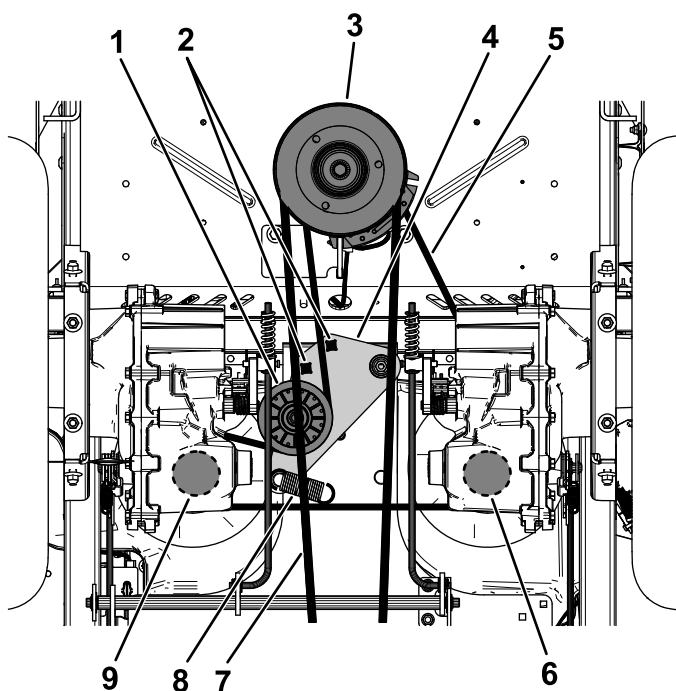

Figure 74
5. Insérez un rochet de ½ pouce ou une poignée articulée dans les trous carrés du bras de la poulie de tension pour détendre le ressort de la poulie de tension (Figure 74).
6. Retirez la courroie existante de la poulie de tension, des 2 poulies d'entraînement de pompe hydraulique et de la poulie du moteur (Figure 74).
7. Chaussez la courroie neuve sur la poulie de tension, la poulie du moteur et les 2 poulies de la pompe hydraulique (Figure 74).